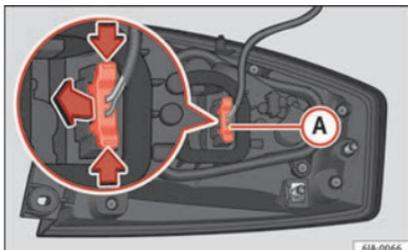

Fig. 99 Conector del piloto en la parte posterior de la unidad de luz trasera.
- Desconecte el conector (A) » fig. 99 del piloto accionando las palancas laterales del mismo (flechas) y tirando del conector hacia el exterior.